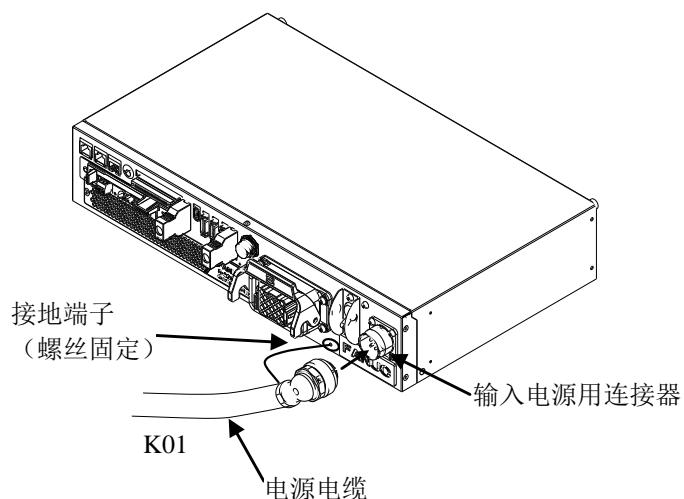

图 2.4.2 (a) 输入电源电缆的连接
- (1) 图 2.4.2 (a) 中表示输入电源电缆的连接方法。
- (2) 如图 2.4.2 (a) 所示, 将输入电源电缆的连接器连接到 PWR 连接器上, 将地线(PE)连接到接地端子上。